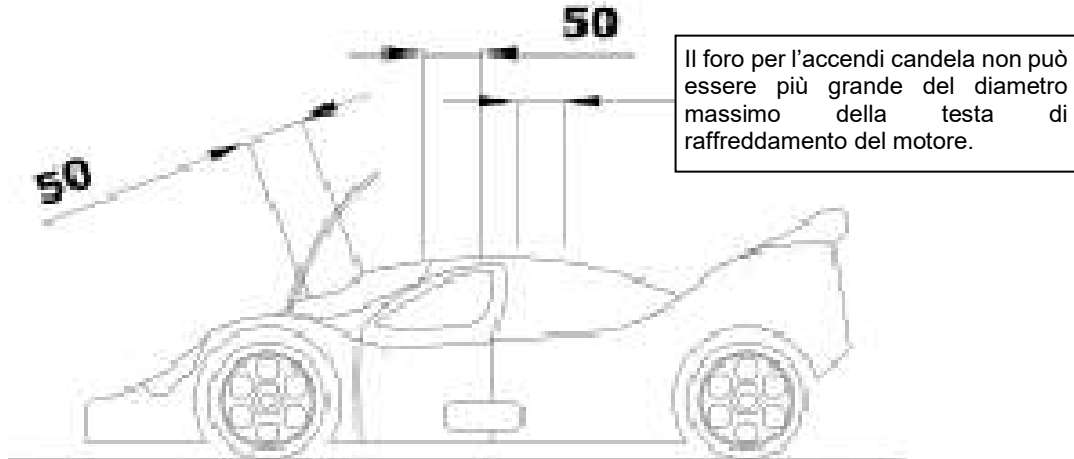

Figura 19: Dimensioni massime dei fori carrozzeria GT Cardano
- 6C.1.9 **CARROZZERIA** (si veda la Figura 19 a pagina 49):